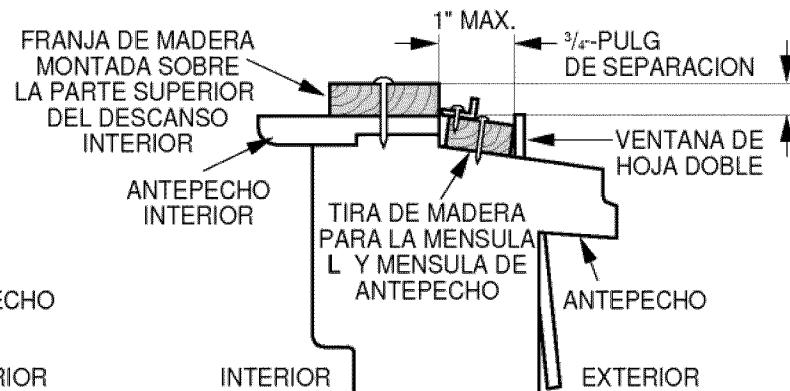

Fig. 5-2
2. Si la sobre-ventana estorba colóquese una tira de madera de 2" pulg de ancho a lo largo del descanso de la ventana por la parte que de internamente al cuarto, y en toda su extensión. La tira de madera debe ser lo suficientemente gruesa para elevar el descanso de la ventana, de tal manera que la unidad de aire acondicionado pueda ser instalada sin interferencia del marco de la sobre-ventana (storm window). Ver Fig. 5-2. La parte superior de la tira de madera debe estar aproximadamente a $\frac{3}{4}$ " de pulg más alta que el marco de la sobre ventiana, (storm window) para ayudar a que el agua de condensación de la unidad fluya hacia afuera.
3. Instale una segunda tira de madera (aproximadamente 6" pulg. de largo, 1-1/2" pulg de ancho y mismo espesor que la primeratira de madera) en el centro del descanso exterior, póngala contra la parte posterior del descanso interior. Esto elevará la mensula L como en la Fig. 5-2.